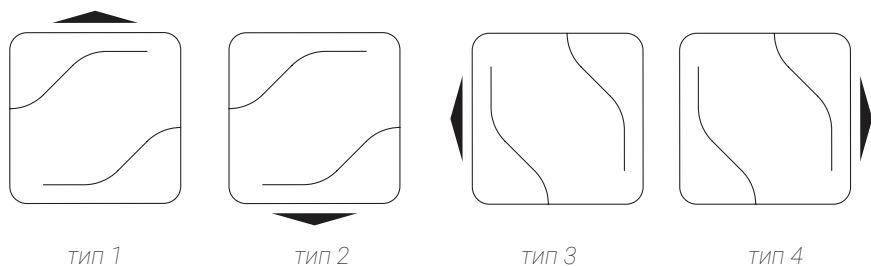

Рисунок 4.1 – Типы размещения устройства
3.15. Устройство может быть размещено в одном из четырех положений, на усмотрение пользователя: отверстием для выброса воздуха вверх (рекомендуемое), вниз или в сторону (левую или правую) (рис. 4.1).
4.2.1. Выберите вариант размещения устройства (рис. 4.1). Приложите шаблон для монтажа и наметьте место для бурения канала воздуховода.